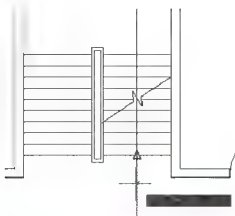

图 2.124 寻找上行箭头杆起点的位置
(1) 打开【正交】、【对象捕捉】、【对象追踪】功能。单击【绘图】工具栏中的【多段线】图标  或在命令行输入“PL”并按 Enter 键, 启动绘制多段线命令。
(2) 在当前线宽为 0.0000、指定起点或 [圆弧 (A) / 半宽 (H) / 长度 (L) / 放弃 (U) / 宽度 (W)]: 提示下, 将光标放在如图 2.124 所示的踏步线的中点, 此时不单击, 将光标轻轻地垂直向下拖动, 当拖至上行箭头杆起点的位置时单击。这样就通过【对象追踪】命令寻找到了上行箭头杆起点的位置, 并且保证将其绘制在右侧梯段的中心。